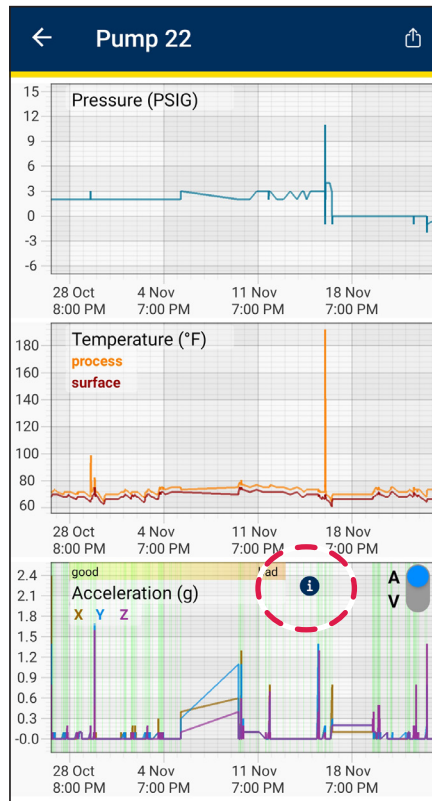

Abbildung 19
- Wählen Sie das blaue Informationssymbol aus (siehe Abbildung 19).